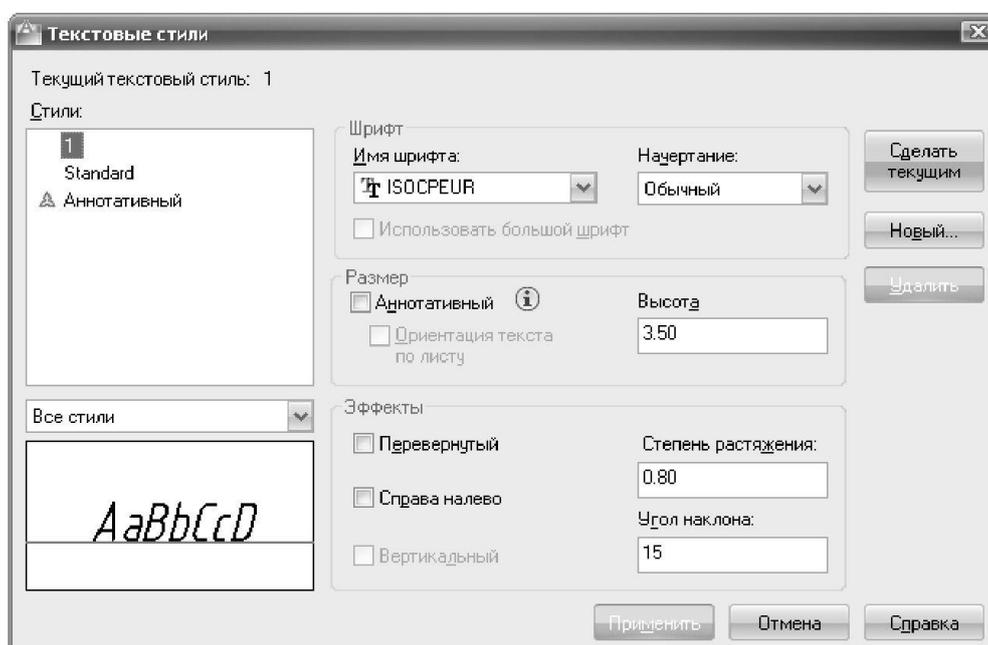

Рисунок 2.14 Диалоговое окно «Текстовые стили»
- 2 В диалоговом окне «Текстовые стили» (рис.2.14):